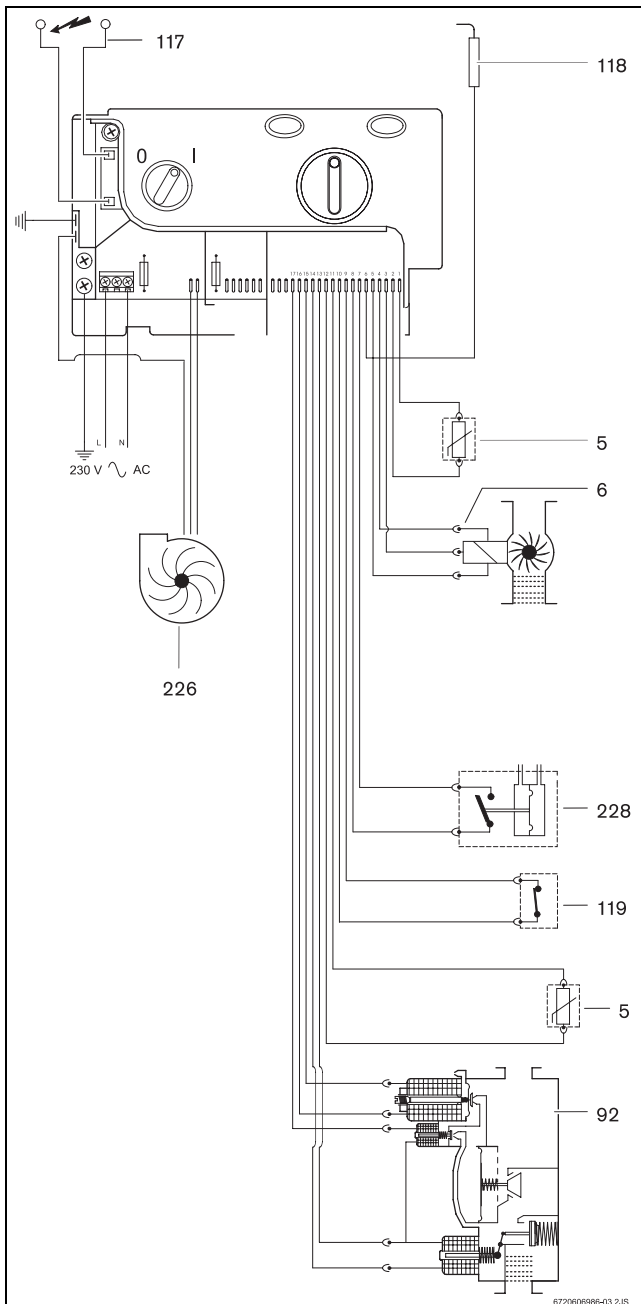

Fig. 3 Schéma électrique
- contrôle de la flamme par l'électrode d'ionisation (Fig. 3, rep. 118).